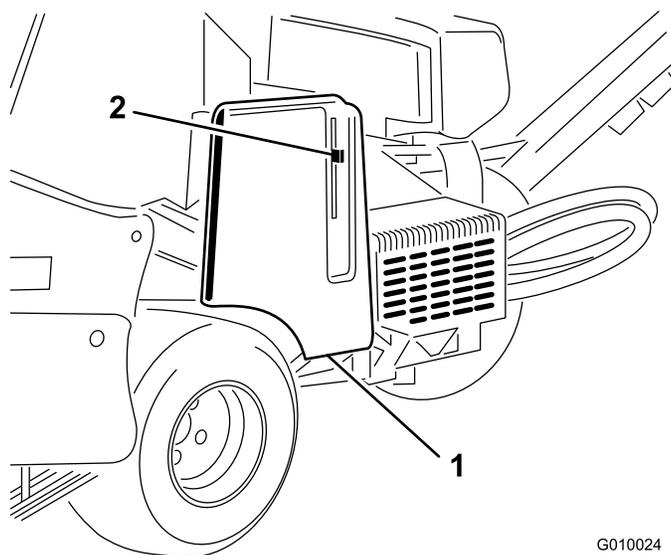
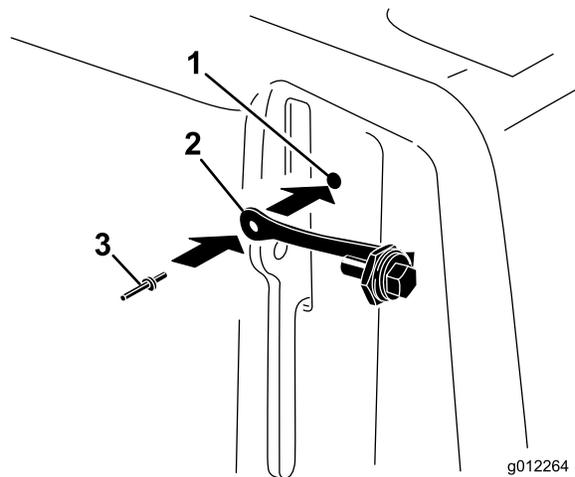

Рисунок 8
Рисунок 9
1. Найдите отверстие в крышке ремня рядом с рычагом защелки (Рисунок 8 и Рисунок 9).
2. Используя отверстие в крышке ремня, установите строп в сборе с помощью закладной заклепки (Рисунок 9).